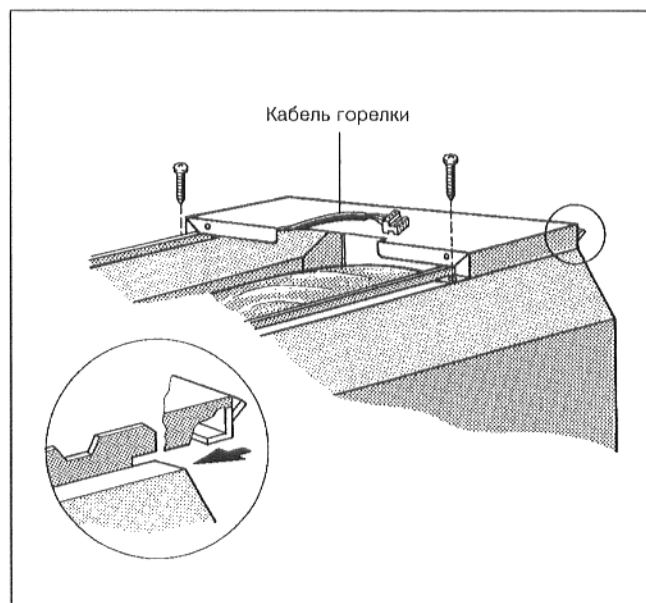

Рис. 14
- Установить передний кожух котла спереди вверху на левую и правую боковую стенку и подать его назад, чтобы крюки вошли в прорези боковой стенки (Рис. 14).
- Плотно привинтить кожух котла 2 винтами для листового металла (Рис. 14).
- Провести кабель горелки через отверстие кожуха горелки (Рис. 14).